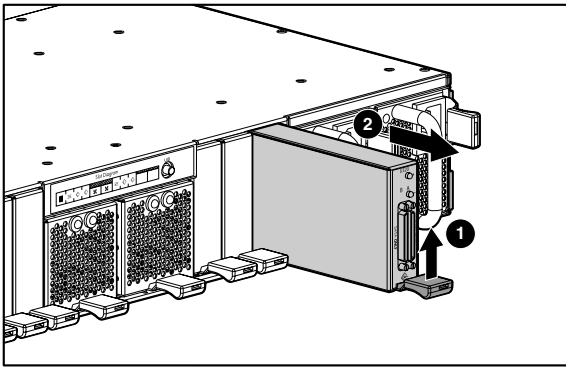

Figure 2 : Retrait du module E/S SCSI
1. Soulevez le loquet de couleur bordeaux du module E/S SCSI ❶ et retirez le module en question du boîtier ❷, comme le montre la Figure 2.